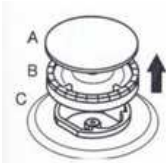

Figura 12
- Retire la tapa del quemador y el quemador como se muestra en la Figura 12.